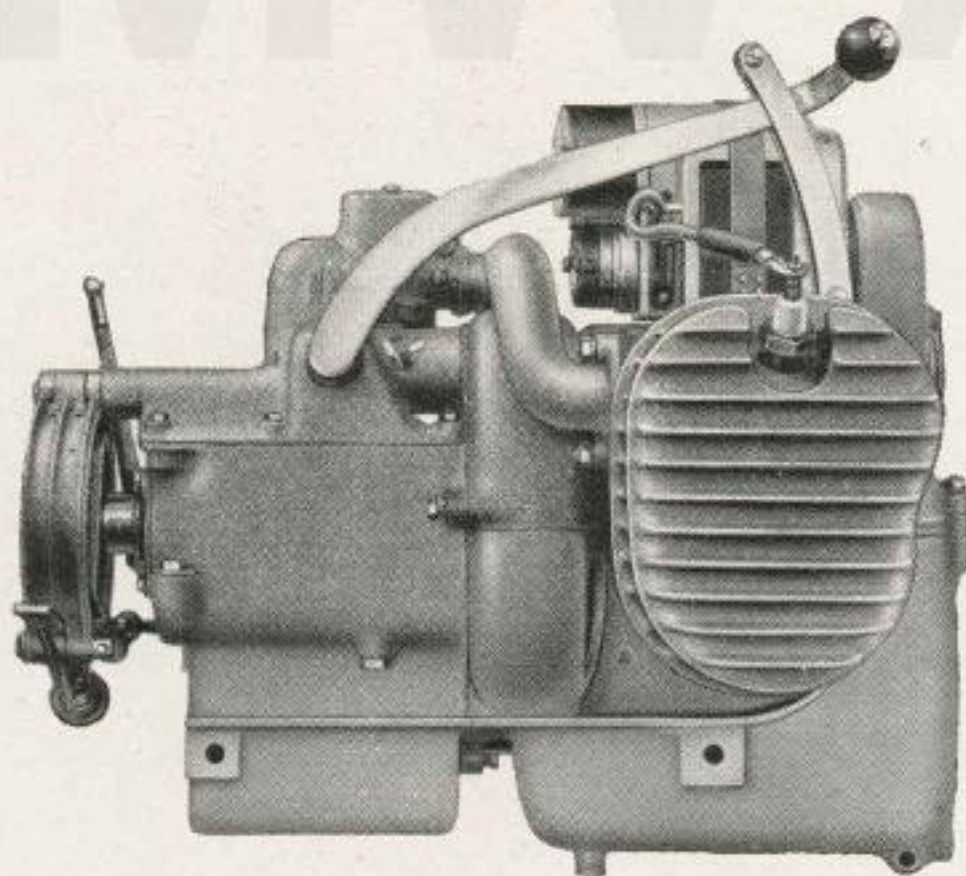

Abb. 3.
1. Allgemeines: Der mit der Kupplung und dem Getriebe zu einem Block vereinigte Motor (Abb. 3) wird auf den unteren Rahmenrohren mittels durchgehender Verbindungsschrauben befestigt. Nach deren Lösung kann der
Bild 3: Arbeitshub. Das verdichtete Gemisch wird durch einen an der Zündkerze überspringenden Funken entzündet. Die erfolgende Explosion treibt den Kolben wieder nach einwärts, wobei der Kolben seine Kraft an die Kurbelwelle des Motors abgibt.